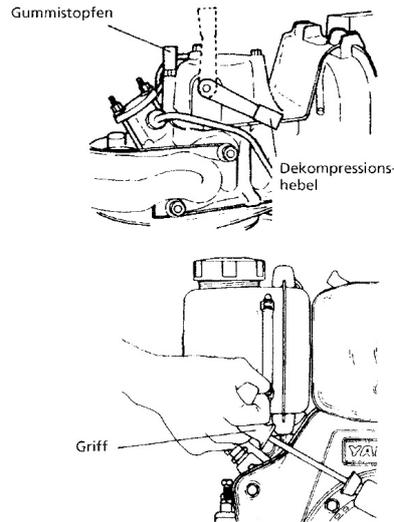

Abb. 48: Langzeitlagerung
Schritt 3: Den Gummistopfen (Abb. 48) von der Kipphebelabdeckung entfernen und ca. 2 cc. Schmieröl einfüllen. Gummistopfen wieder aufsetzen.
Schritt 4: Reversieranlasser: Den Dekompressionshebel (Abb. 48) nach unten drücken (kompressionsfreie Stellung) und halten, während das Seil 2 oder 3 Mal gezogen wird (Motor nicht starten).